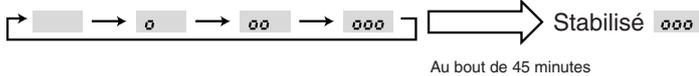

Fig. 8-3
③ Appuyer sur la touche **(FILTER)** (touche ←) pour confirmer la configuration. (Fig. 8-3)